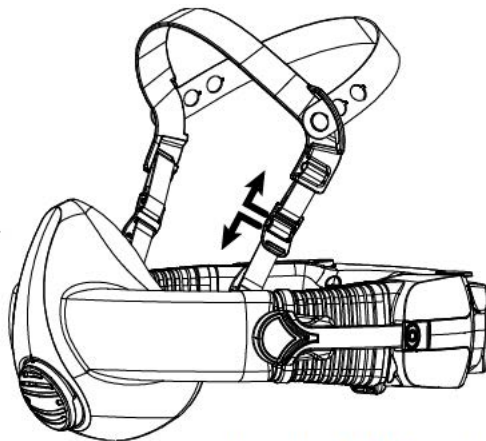

Figure 9 – Adjust Harness Length
② ハーネス調整
- ハーネスの2つのストラップは、マスクのAirClipsの内側にフィットします(図9)。